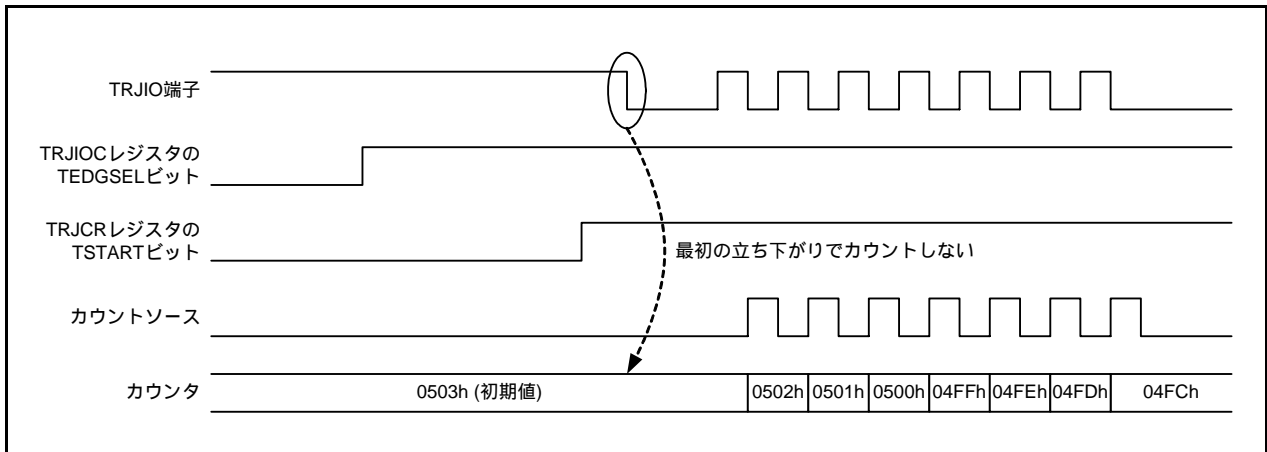

図13.10 イベントカウンタモードでの外部パルス信号のタイミング図(1)
- (9) イベントカウンタモードで、TRJIOCレジスタのTEDGSELビットを1(立ち下がりエッジでカウント)にし、外部信号(TRJIO)をカウントする場合、TRJCRレジスタのTSTARTビットの状態によっては、正しくカウントされない場合があります(図13.10参照)。